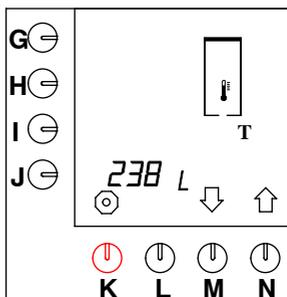

Fig. 29 Contatore totale dell'impianto dell'acqua calda
- Sullo schermo viene visualizzato il contatore totale (vedere fig. 29 ), è possibile leggere il totale assoluto di litri di acqua calda prodotti dalla macchina.